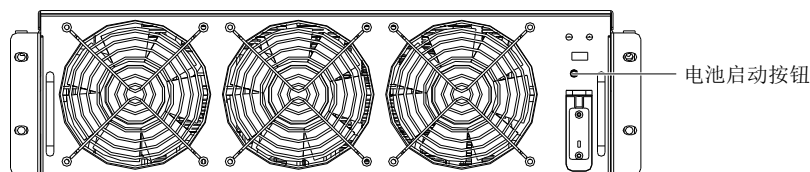

图5-2 电池启动按钮位置
2. 当系统功率模块少于四个时，按任一功率模块前面板上的电池启动按钮（见图 5-2）；当系统功率模块为四个或四个以上时，首先按下任一功率模块前面板上的电池启动按钮，隔 5 秒左右再按下另一功率模块前面板上的电池启动按钮。此时，LCD 显示启动屏，电池指示灯呈绿色闪烁。整流器进入正常运行约 30 秒后，电池指示灯停止闪烁，呈绿色常亮。